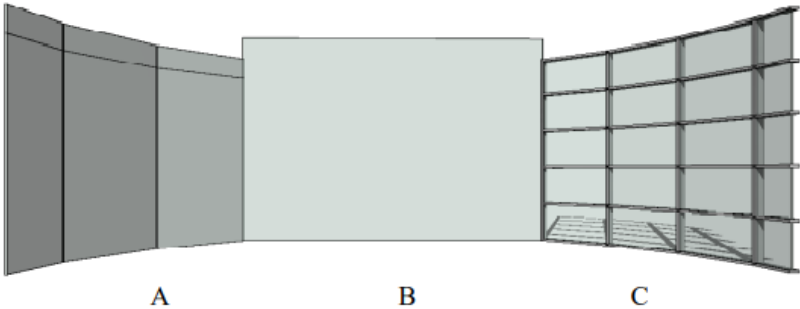

Рисунок 6.1 – Приклад стандартних типів стін сімейства «Вітраж»: «Зовнішнє скління», «Вітраж», «Вітрина»
1. «Вітраж» (рис. 6.1 В) - суцільне скління, без елементів
2. «Вітрина» (рис. 6.1 С) - крок сітки 1524x2400, імпости прямокутної форми 50x150. При вставці в звичайну стіну автоматично вирізає отвір;
3. «Зовнішнє скління» (рис. 6.1 А) - крок горизонтальних / вертикальних рядів сітки 1830x4000, імпостов немає, прорізу не вирізає.